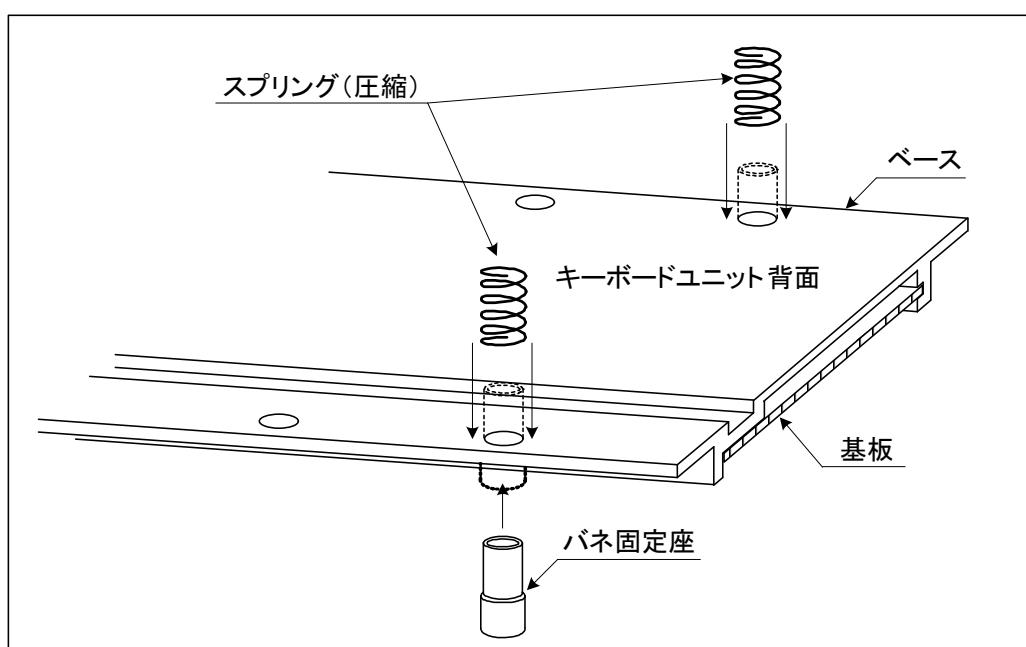

図3.3-2 スプリング（圧縮）取り付け
- (1) アクションと全ての鍵盤を取り外す。
- (2) 図3.3-2の様に、キーボードユニットの基板側よりバネ固定座を挿入し、キーボードユニット背面からスプリング（圧縮）を取り付ける。尚、スプリング（圧縮）は時計方向に回しながら挿入すると取り付け易い。